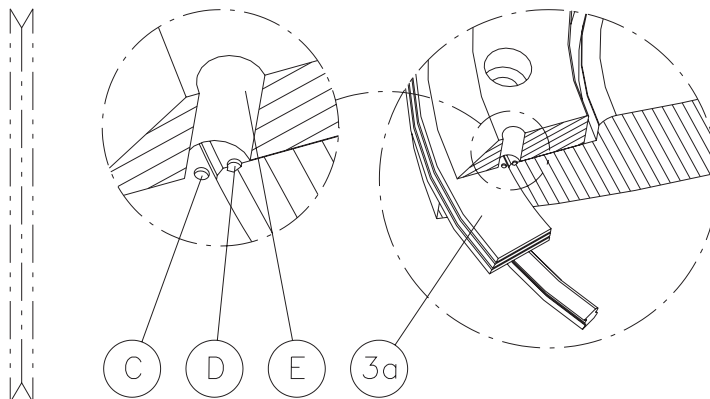

图6B
- 方案2 - 见图6b: 将密封环 (3a) 上的标记 (C) 与阀板上的记号 (D) 对齐
- 方案2 - 见图6b: 确保密封圈护圈上的孔 (E) 与阀板上的记号 (D) 及密封圈的记号 (C) 对齐
17 将阀板打开几度，然后用扳手将所有螺钉 (2c) 拧紧，按方法1 (见图6a) 从表III选用扭矩值，按方法2 (见图6b) 从表II选用替代扭矩值。
• 方案2 - 参见图6b: